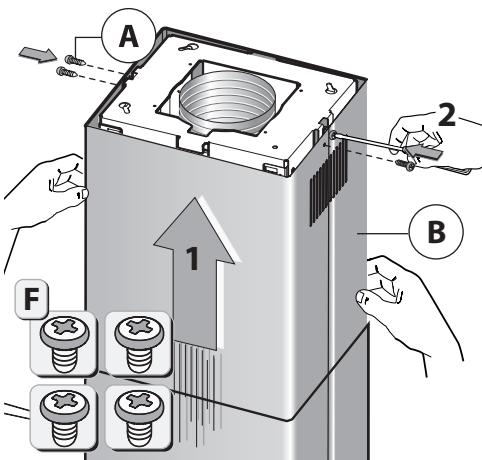

Fig.9
-Prendere il cammino decorativo superiore e fissarlo alla struttura mediante le viti **A** (Fig.9). Accoppiare il cammino decorativo inferiore con il cammino decorativo superiore e fissarlo attentamente con del nastro adeguativo **L** (Fig.10A).